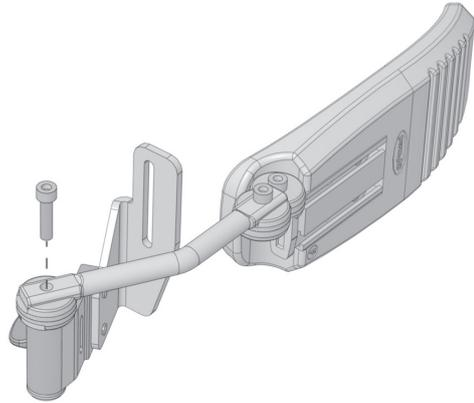

Bild 12. Montering av bålstödet arm.
1. Anpassa bålstödet genom att vända på bålstödet arm, denna sitter monterad med en skruv, montera enligt bild 12.